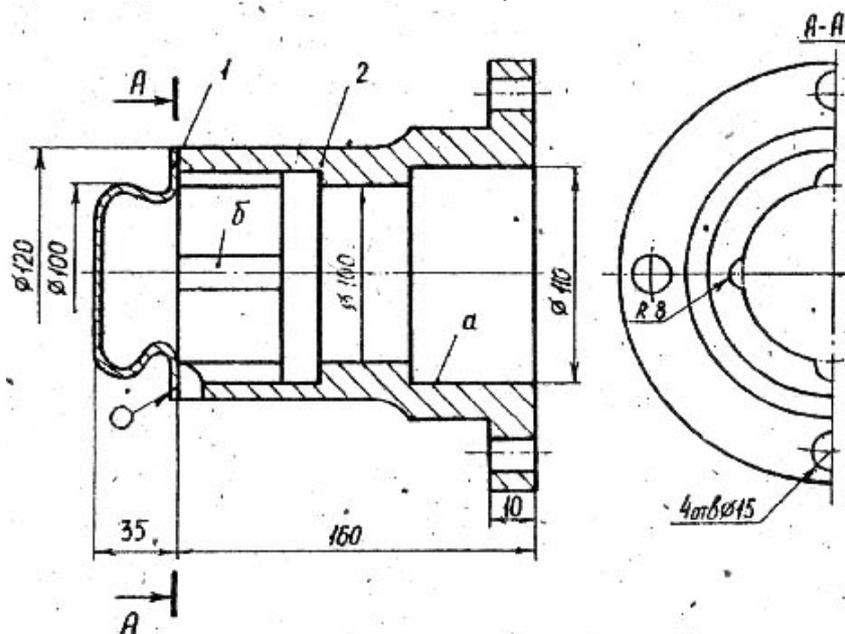

Рис. 4. Учебный узел 4
*Рис. 4.* Заготовку детали 2 (материал сталь 35Л, производство единичное) получить методом литья, припуски нанести на внутренние и торцевые поверхности детали. Деталь 1 (материал сталь 08КП, толщина стенки 0,8 мм, производство массовое) изготовить листовой штамповкой. Обработать резанием поверхности "а", пазы "б", четыре отверстия диаметром 16 мм детали 2. Сварить изделие 1 с изделием 2, шов не требует герметичности.